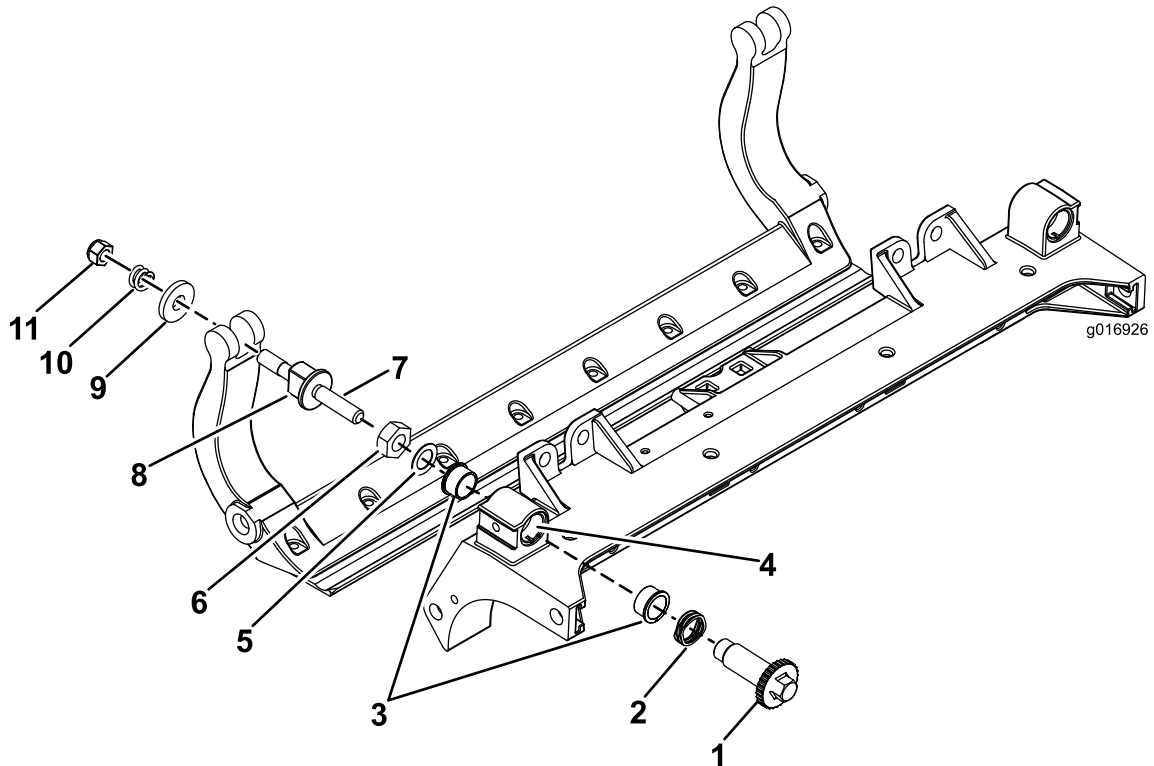

Figure 36
1. Enlevez toutes les pièces (voir les *Instructions d'installation* du kit DPA renforcé et la Figure 36).
2. Appliquez du produit antigrippage à l'intérieur du logement des douilles sur le cadre central de l'unité de coupe (Figure 36).
3. Alignez les clavettes des douilles à embase sur les fentes dans le cadre, et insérez les douilles en place (Figure 36).
4. Posez une rondelle ondulée sur l'axe de réglage et insérez l'axe dans les douilles à embase sur le cadre de l'unité de coupe (Figure 36).
5. Fixez l'axe de réglage avec une rondelle plate et un contre-écrou (Figure 36).
12. Placez une rondelle en acier à l'extérieur de chaque rondelle en nylon (Figure 36).
Remarque: Les rondelles peuvent présenter un espace à l'intérieur (Figure 36).
15. Serrez l'écrou sur chaque vis de réglage de la barre d'appui jusqu'à ce que le ressort de compression soit complètement comprimé, puis desserrez l'écrou d'un demi-tour (Figure 36).